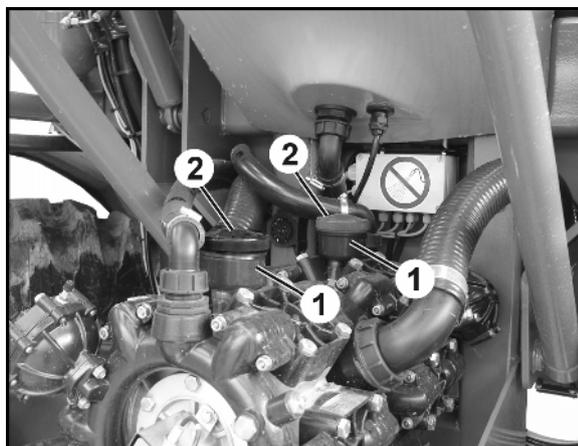

Fig. 174
1. Kontrollieren, ob der Ölstand an der Markierung (Fig. 174/1) bei nicht laufender und waagrecht stehender Pumpe sichtbar ist
2. Den Deckel (Fig. 174/2) abnehmen und Öl nachfüllen, wenn der Ölstand an der Markierung (Fig. 174/1) nicht sichtbar ist.
2. Deckel (Fig. 174/2) abnehmen.
5. Antriebswelle wechselweise nach rechts und links drehen und neues Öl langsam auffüllen. Die korrekte Ölmenge ist eingefüllt, wenn das Öl an der Markierung (Fig. 174/1) sichtbar ist.